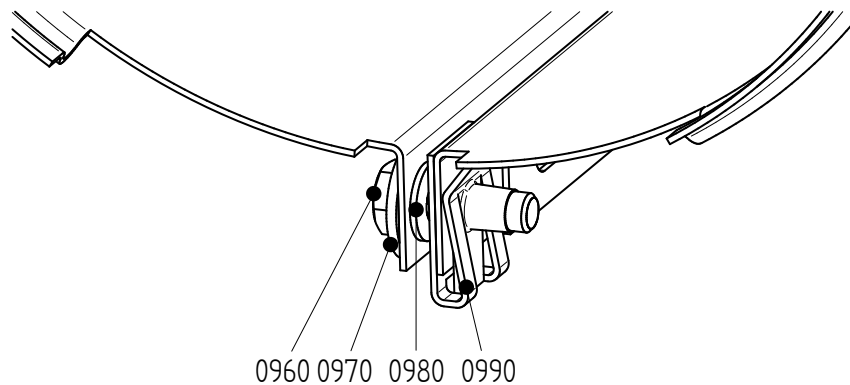

图 15: 安装护套。
- 1 拧松螺栓 (0960)。请参阅 图 15。
3 将护套闭合, 然后安装螺栓 (0960)。请参阅图 15。
- 5 将护套闭合, 然后安装螺栓 (0230) 和螺栓 (0960)。请参阅图 15。